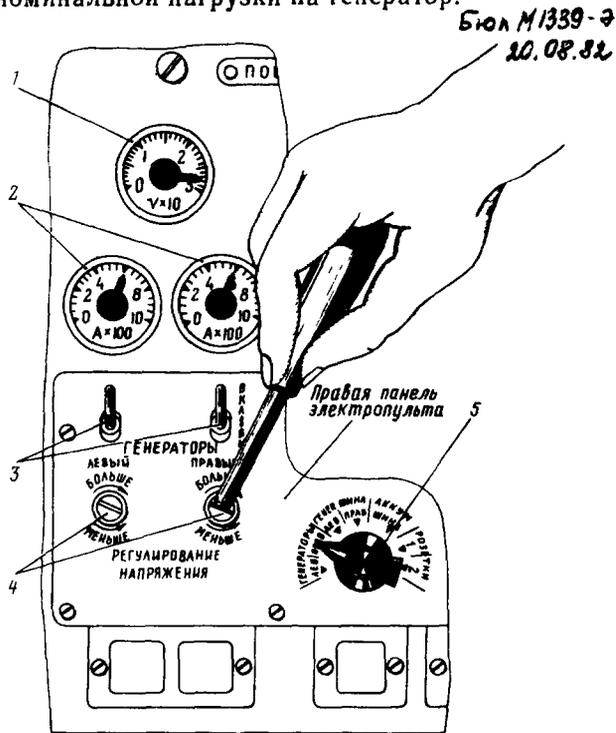

Рис. 48. К регулировке напряжения генераторов постоянного тока:
6. Если разбаланс токов превышает 10% нагрузки, то его нужно уменьшить вращением регулировочных винтов выносных сопротивлений ВС-25Б каждого генератора (рис. 48). При этом на генераторе с меньшей нагрузкой напряжение должно повышаться, а на генераторе с большей нагрузкой — понижаться. Разность напряжений между генераторами не должна превышать 0,5 В.